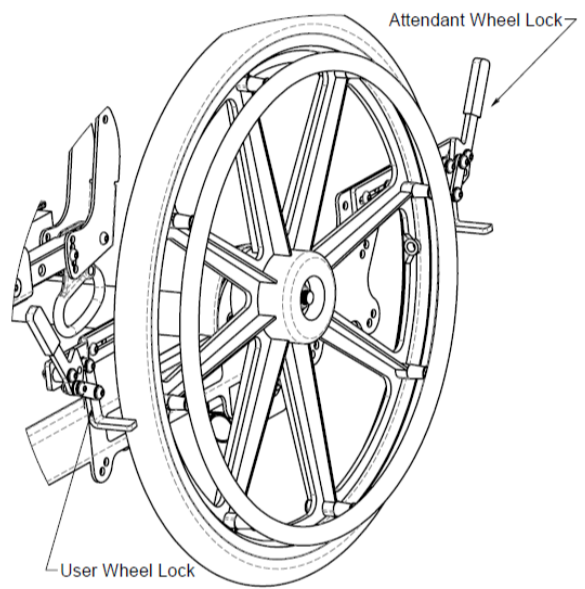

Fig. 15.41 Freno utente ed assistente
4. Per azionare il freno assistente con l'opzione freno utente ed assistente, seguire le istruzioni dello step 3 (Fig. 15.41) Per azionare il freno utente con l'opzione freno utente ed assistente (Fig. 15.41 Fig. 15.41 Freno utente ed assistente), seguire le istruzioni nella sezione del tipo di freno utente ("push to lock" o "pull to lock").